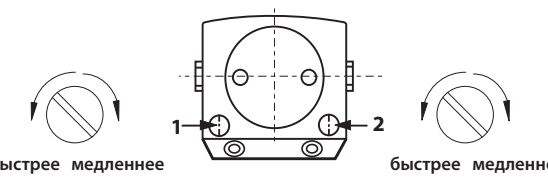

Рис.8
Вы можете отрегулировать скорость закрывания двери (1) или скорость окончательного дохлопа (2) Рис.8. Для увеличения скорости, поворачивайте винт в направлении «против часовой стрелки» Для уменьшения скорости, поворачивайте винт «по часовой стрелке».
Регулировка скорости закрывания двери в основном диапазоне — от максимального угла открытия до угла 20° осуществляется винтом (1) Рис.8.
Регулировка скорости окончательного дохлопа (движения двери непосредственно перед закрытием), от угла 20° до 0°. Это необходимо для полноценного срабатывания защелки замка. Регулировка скорости окончательного дохлопа осуществляется винтом (2) Рис.8.